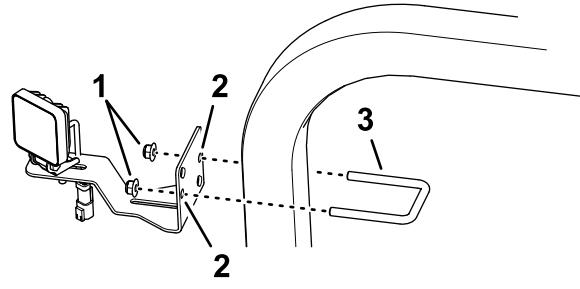

Figura 6
1. Montate la luce LED e la staffa sul tubo del ROPS con il bullone a U (3/8" x 2-7/16" x 2-13/16") e il dado di bloccaggio flangiato, come illustrato nella Figura 6.